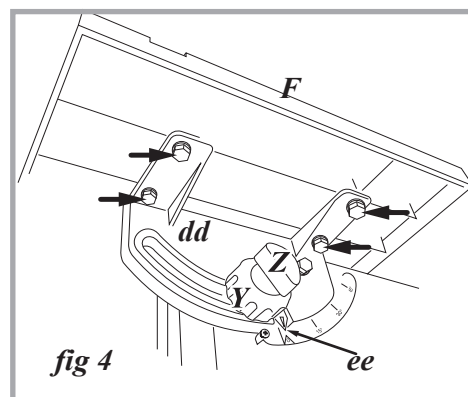

fig 4
3. Aligner les quatre trous de la partie inférieure de la table vers des quatre trous du support de table. Fig 4 regarder la table d'en bas.
4. Placez une rondelle de blocage et rondelle sur chaque boulon et fixer les boulons (dd, figure 4) dans la table (F, figure 4).
- Régler l'indicateur d'échelle (ee, fig 4) en desserrant la vis avec un tournevis cruciforme (Phillip).